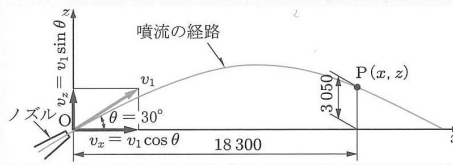

図 3.23 噴流の経路
**例題 3.8** 図 3.23 のように、噴流がノズルから水平面と  $\theta = 30^\circ$  の角度で斜め上方に噴射されている。噴流がノズルから水平方向に  $x = 18.3\text{m}$  の点 P で高さ  $z = 3.05\text{m}$  に達するには、噴流の噴出速度  $v_1$  をいくらにしたらよいか。ただし、空気抵抗を無視する。